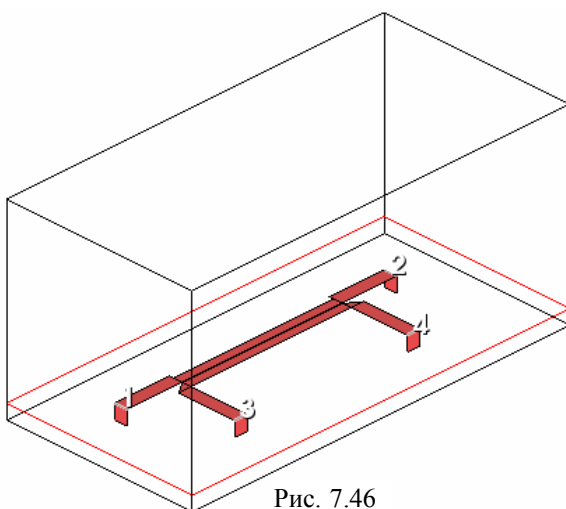

Рис. 7.46
5. Щёлкните по значку **View EM 3D Layout**. Трёхмерное отображение полученной структуры показано на рис. 7.46. Вертикальные полоски портов означают, что между этими полосками и земляной плоскостью имеется узкий зазор, к которому прикладывается возбуждающее напряжение.